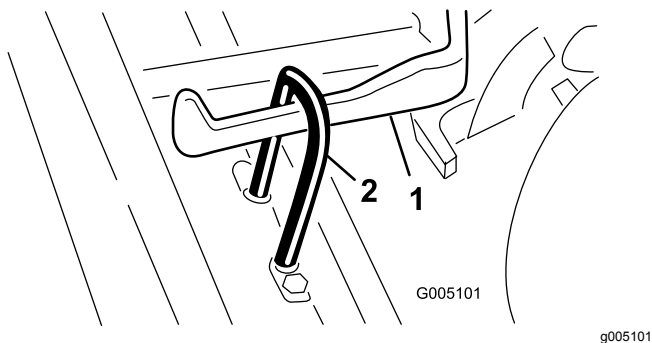

Figure 7
- Poussez le plateau de coupe sous le cadre de traction en accrochant le crochet de relevage au bras de relevage (Figure 7).